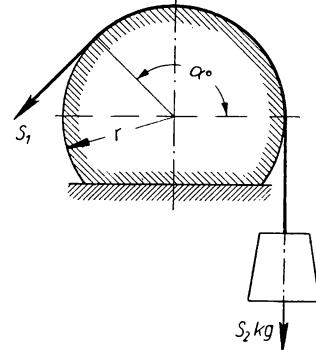

Bild 268
- 410.** Ein Seil, mit S_2 kg belastet, ist nach Bild 268 um einen gegen Drehung gesicherten Zylinder geschlungen. a) Welche Kraft S_1 muß an dem freien Seil-Ende angreifen, um die Last S_2 emporzuziehen? b) Wie groß ist der an dem zylindrischen Mantel auftretende gesamte Reibungswiderstand?